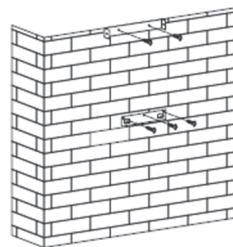

Рис. 2
3. Установите крюк в подходящем месте, как только высота установки будет зафиксирована, держите его на одной линии. Фиксированное положение внутреннего кронштейна дымохода является местом установки дымохода. См. рис. 2.